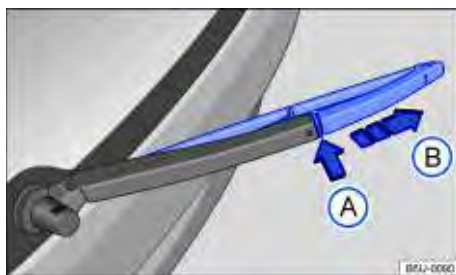

Fig. 135 Substituir a palheta do limpador do vidro traseiro.
- Manter a tecla de destravamento ⇒ Fig. 135  pressionada.